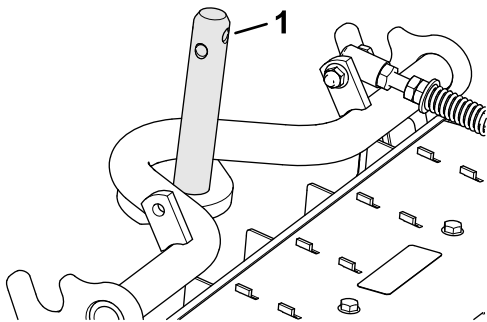

Рисунок 8
4. Нанесите чистую консистентную смазку на вал несущей рамы (Рисунок 8).